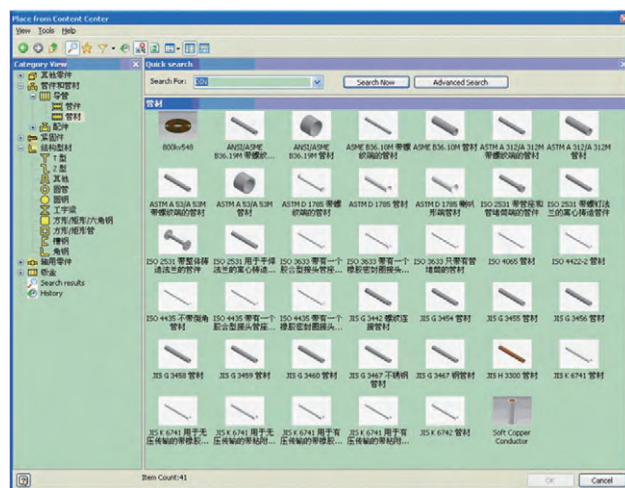

图 7
(1) AIP 与 DWG 的集成。之前的 DWG 设计图纸可以通过 AIP 的草图嵌入 CAD 中再度利用。这是其它 3D 软件无法完美实现的。而且导出 DWF 文件能很好地解决与下游企业、客户交流和沟通的问题。加上 AIP 的界面人性化,初学者能很快上手。换句话说,从二维设计过渡到三维设计迅速而平稳。
(2) 布管迅速方便。变压器管路设计和引线设计在二维视图表达上比较麻烦,对设计和制造人员要求较高。而 AIP 的“管道布线”模块,操作步骤少、灵活性高,通过发布管路零件、捕捉相应节点、确定走线方案后,短时间就能做出管路或者引线的三维模型,然后投影成工程视图,方便快捷,而且准确(图 7)。
(3) 模型和工程图的关联性。在使用 AIP 软件后,设计中修改零件尺寸,关联文件和工程视图自动完成相应更改,节约设计时间,减少设计工程师重复性劳动。
(4) 通过 Vault 实现协同设计,保证了零部件设计数据的一致性,而图纸以及相关的技术文档也可在 Vault 中实现统一管理。